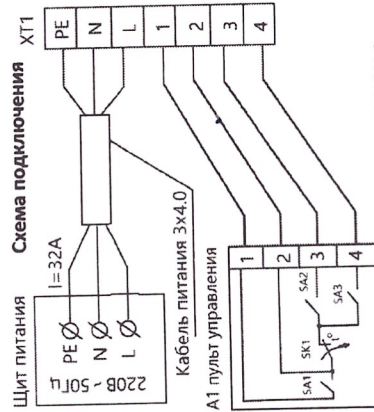

РИСУНОК 4
6.5 Для подключения завесы снимите крышку на верхней части корпуса и подключите согласно схеме РИСУНОК 4.